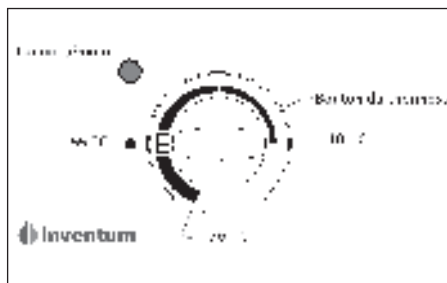

Fig. 3.1
5. COMMANDE (fig. 3.1)
- **Maximum:** Position maximale. La température de l'eau sera réglée sur la température maximale (env. 76 °C). (Figure 3.1)